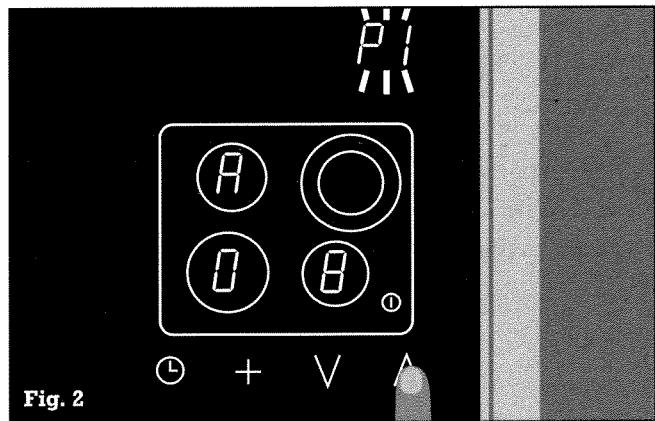

Fig. 2
- Vous pouvez maintenant sélectionner une durée de fonctionnement de l'accélérateur comprise entre 1 et 15 minutes en effleurant les symboles V ou A. La durée programmée apparaît sur l'afficheur des zones de cuisson (R 01 à R 15) et P / clignote (invitation à enregistrer) (fig. 2).